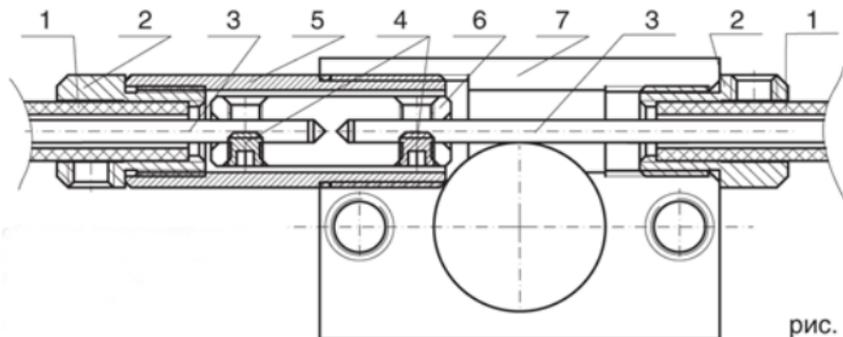

рис. 5
5. Собрать первый замок согласно рис. 5, при необходимости уменьшив длину оболочки приводного троса (см. рис. 7).